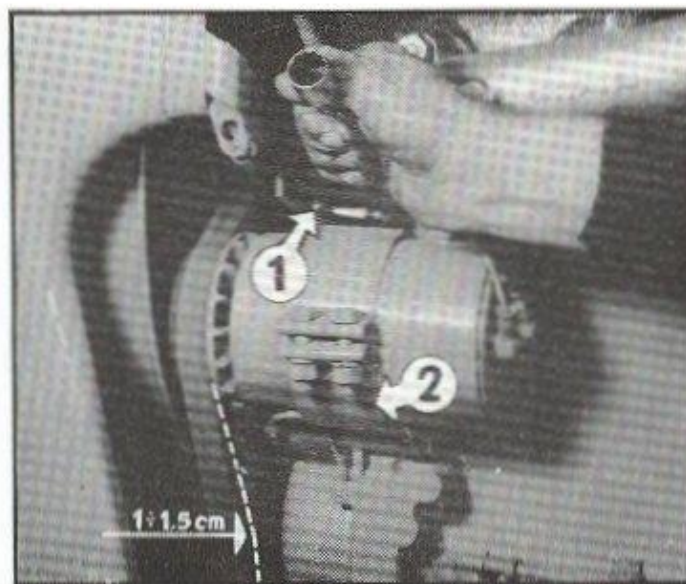

Fig. 21. — Réglage de la tension de la courroie du ventilateur et de la dynamo.
3° Courroie de commande du ventilateur et de la dynamo (fig. 21) :
- Desserrer l'écrou qui retient la dynamo à la glissière supérieure (rep. 1, fig. 21).
Noter qu'une usure anormale de la courroie peut être également due à un défaut d'alignement de la poulie de la dynamo, par rapport à la poulie du ventilateur et à celle du vilebrequin moteur. Dans ce cas, déplacer la dynamo dans son support après desserrage des deux boulons prévus à cet effet sur le collier (rep. 2, fig. 21).